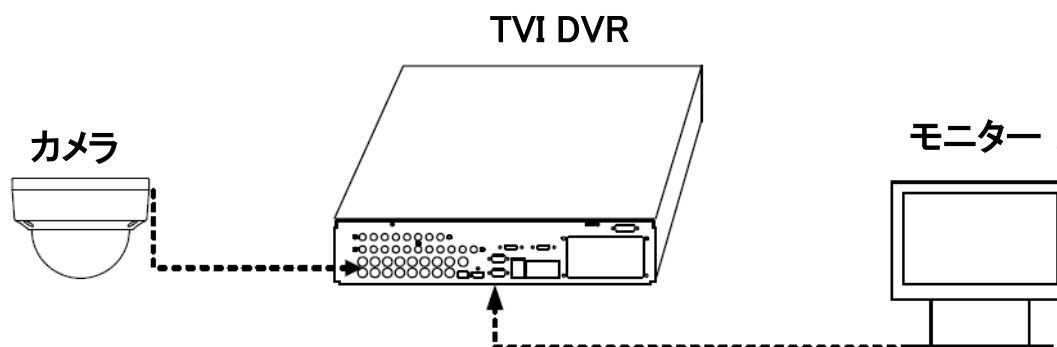

図 3-1 接続
1. カメラを TVI DVR と接続し、モニターを図 3-1 のように接続します。